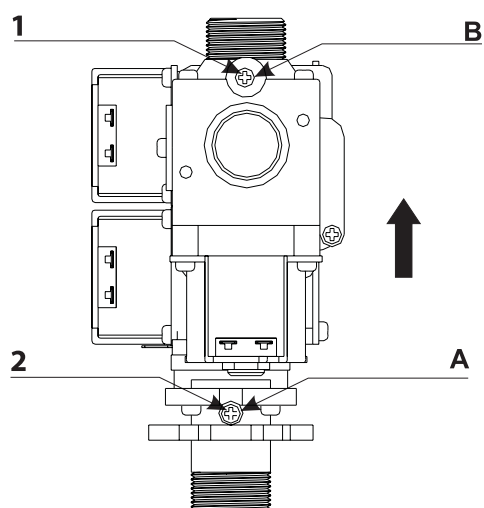

Рис. 6. Газовый клапан
- Подключите газовый манометр к штуцеру замера давления газа «В» на выходе из газового клапана (см. рис. 6);